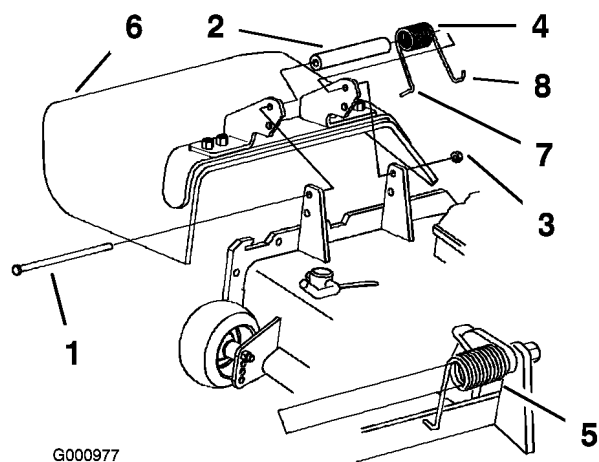

Figura 81
1. Togliete il dado di bloccaggio, il bullone, la molla e il distanziale che fissano il deflettore alle staffe orientabili (Figura 81). Togliete il deflettore dell'erba tagliata se è danneggiato o consumato.
Nota: Prima di montare il bullone, come riportato nella Figura 81, verificate che l'estremità dritta della molla sia inserita dietro il bordo della scocca.
3. Montate il bullone e il dado. Infilate l'estremità a gancio **J** della molla attorno al deflettore dello sfalcio (Figura 81).